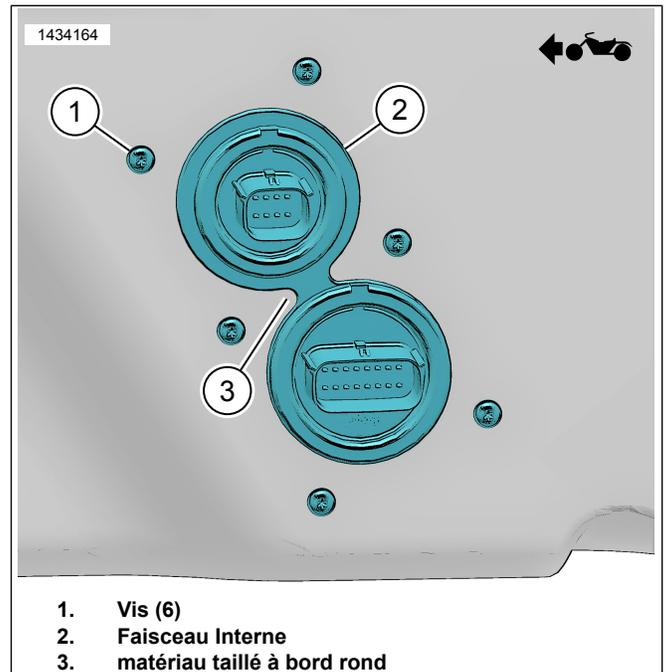

Figure 10. Faisceau intérieur
- d. Figure 10 Taillez le matériel au bord rond (3).
11. Figure 10 Installez le faisceau interne (2).